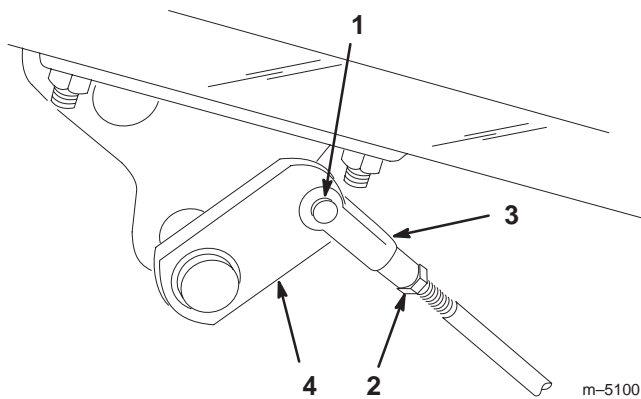

Figure 49
2. Si les freins ne se bloquent pas uniformément, désaccouplez les tiges de frein en retirant la goupille fendue et l'axe de chape (Fig. 49).
3. Desserrez l'écrou de blocage et réglez la chape comme il convient (Fig. 49).
4. Montez la chape sur l'arbre de frein (Fig. 49).